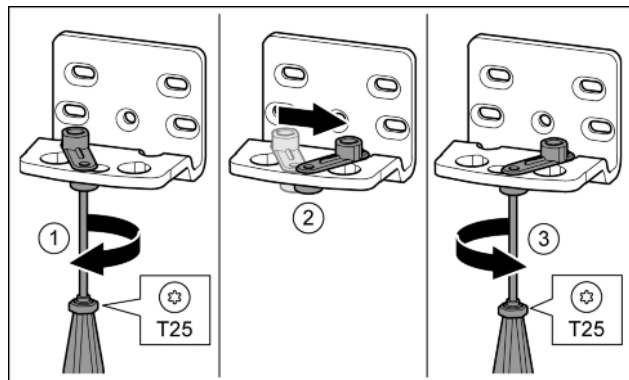

Fig. 17
- ▶ Skrutkovačom T25 voľne zaskrutkujte skrutku. Fig. 17 (1)
- ▶ Pomôcku na zatváranie dverí zdvihnite a otočte o 90° doprava v otvore. Fig. 17 (2)
- ▶ Skrutkovačom T25 pevne zaskrutkujte skrutku. Fig. 17 (3)